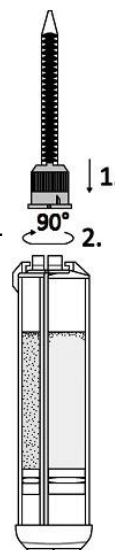

Ilustración 5
5. Presione la punta del aplicador firmemente contra la jeringa y gire la tuerca de la punta del aplicador 90° en el sentido de las agujas del reloj para bloquear la punta en la jeringa (fig. 5). Si no se gira el tapón, la punta de aplicación no se bloqueará y puede caerse de la jeringa antes/durante la aplicación, y el glutaraldehído que no reaccione con el albúmina puede provocar daño tisular.